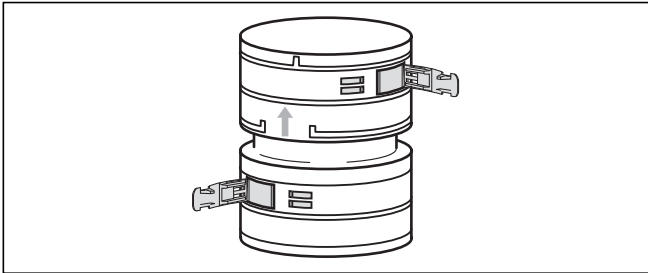
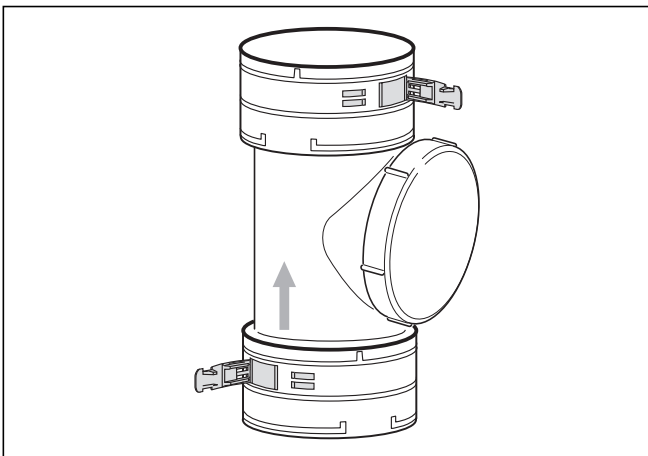

Abb. 5.46 Verbindungselement
Abb. 5.47 Reinigungselement
- Montieren Sie bei Bedarf zuerst Verbindungs- und Reinigungselemente (siehe Abbildung 5.46 und 5.47).
Anstatt die Gesamtlänge der flexiblen Abgasleitung mit einem einzigen Stück zu überwinden, können Sie mehrere Teilstücke einsetzen und diese mit Verbindungselementen (Art.-Nr. 303 512, Abbildung 5.46) oder einem Reinigungselement (Art.-Nr. 303 511, Abbildung 5.47) verbinden.